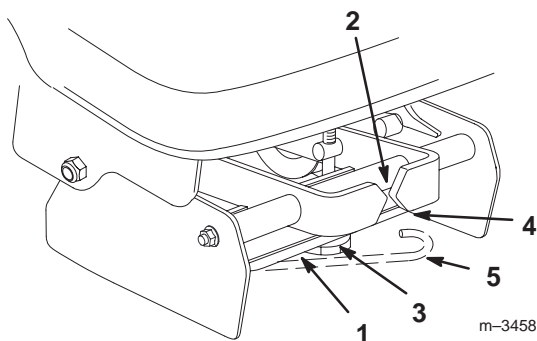

Figura 34
3. Spostate nella scatola delle pulegge il braccio di rilascio della tensione, mettendolo nella posizione illustrata nella Figura 34.